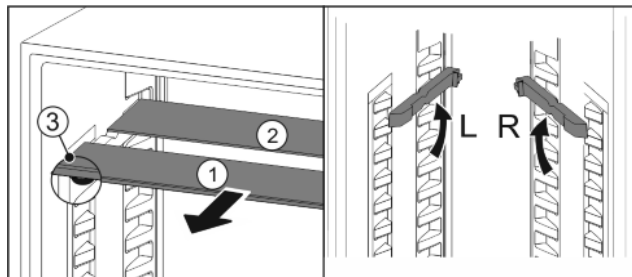

Fig. 17
- ▶ Wyciągnąć Fig. 17 (1) pojedynczo półkę szklane do przodu.
- ▷ Szklana płyta Fig. 17 (1) ze stoperami znajduje się z przodu.
- ▷ Stopery wskazują w dół Fig. 17 (3).